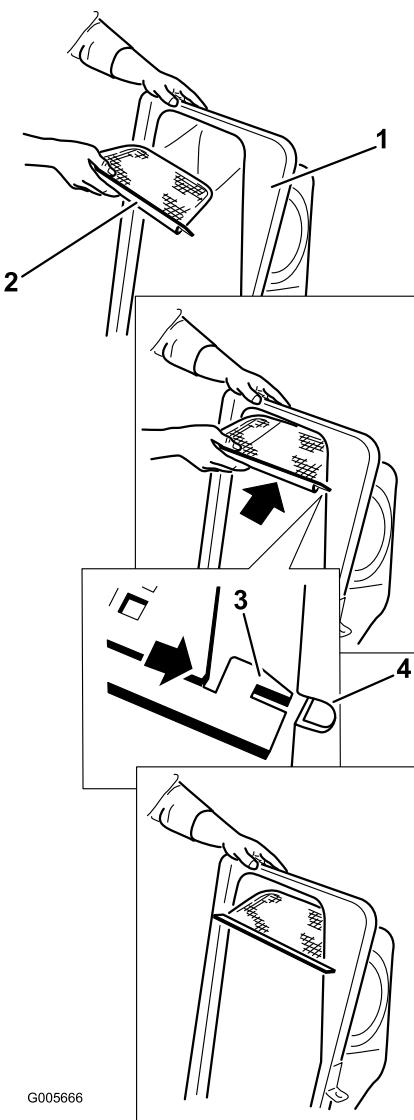

Figura 13
2. Instale o filtro como se mostra na Figura 13 e deslize na direção dos sacos de recolha.